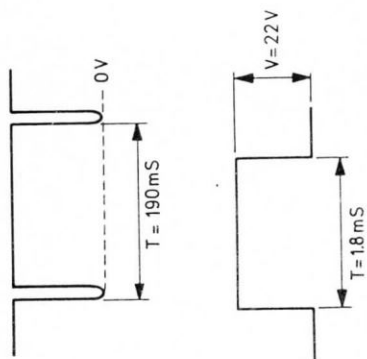

Fig. 2
- Regel R75 tot $T = 190 \text{ ms}$ (Fig. 2-A).
- Regel met R4 de pulshoogte af op 22 V (Fig. 2-B).
- Regel met R63 de pulsbreedte af op 1,8 ms (Fig. 2-B).